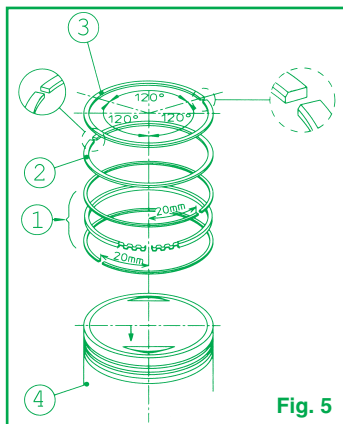

Fig. 5
il montaggio del raschia-olio (Fig. 5 - Part. 1).
- Montare il secondo segmento con la stampigliatura rivolta verso la parte superiore del pistone come indicato in Fig. 5 - Part. 2.
- Inserire il primo segmento di compressione con la stampigliatura rivolta verso la parte superiore del pistone come indicato in Fig. 5 - Part 3.
- Posizionare le aperture dei tagli delle fasce elastiche come indicato in Fig. 5.
- Ricontrollare che le aperture dei tagli delle fasce elastiche siano posizionate come indicato in Fig. 5.